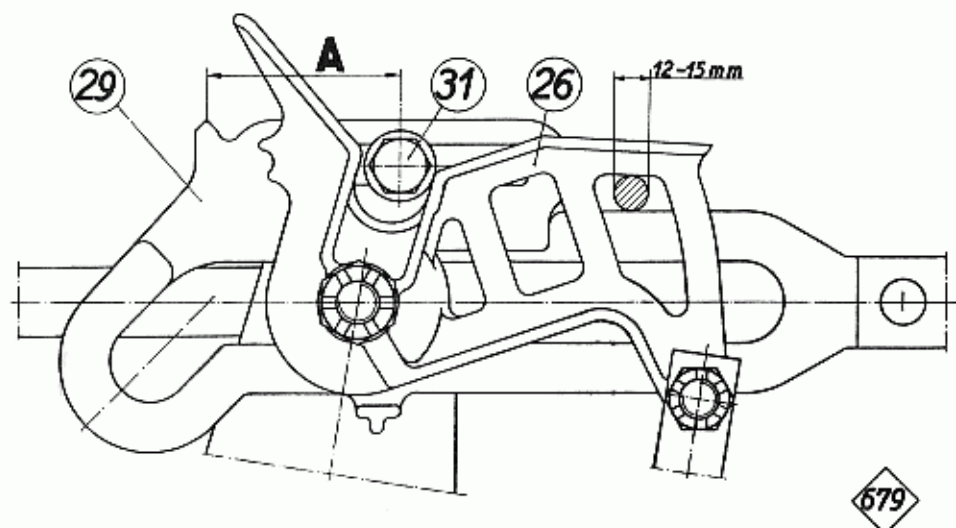

Abb. 18.
3. Bremsung ausführen. Einen 12 bis 15 mm starken Gegenstand (z. B. Rundeisenstück gemäss Abb. 18) in der Betätigungsvorrichtung des Bremsgestängestellers anbringen.